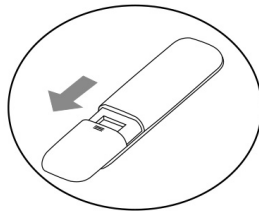

Abb.1
- Öffnen Sie das Batteriefach, indem Sie die Tür nach außen schieben (beachten Sie die Pfeilrichtung in Abb. 1).